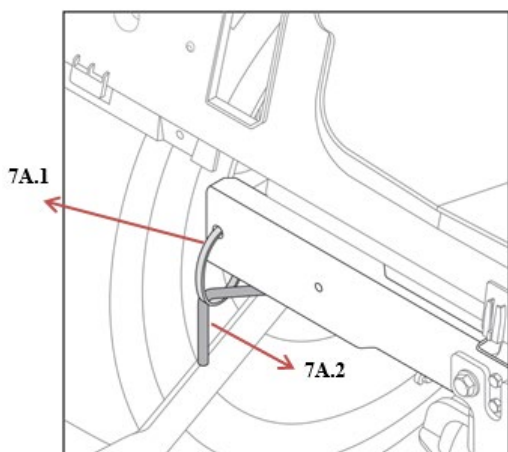
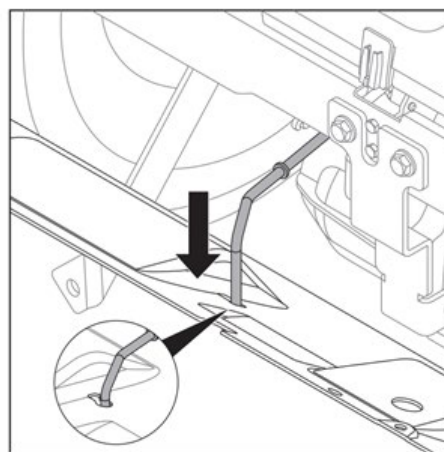

Fig.7A
Fig.7B
1. Corte la atadura y mueva la válvula de derivación para que pase por el orificio del panel trasero (Fig.7A/Fig.7B).